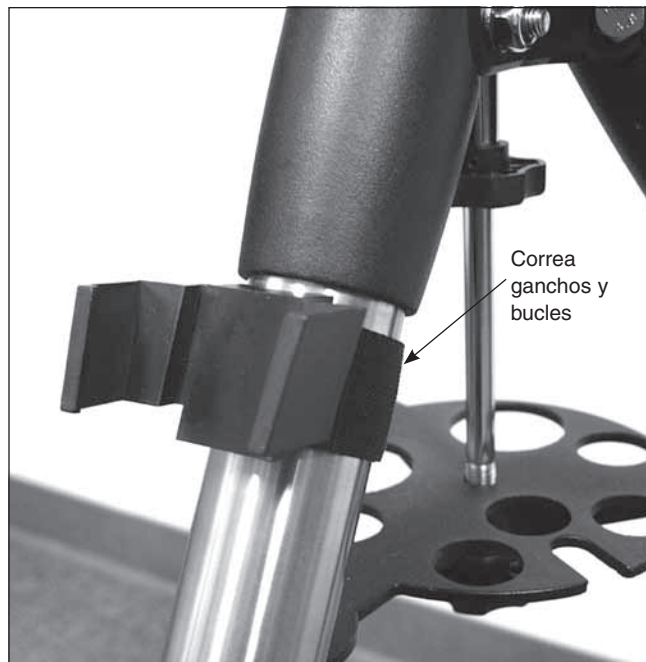

Figura 13. Instalación del soporte de control de mano GoTo
1. Sujete el soporte del controlador de mano incluido a una pata del trípode encima de la bandeja de soporte central del trípode utilizando la correa de gancho y bucle, como se muestra en la **figura 13**.